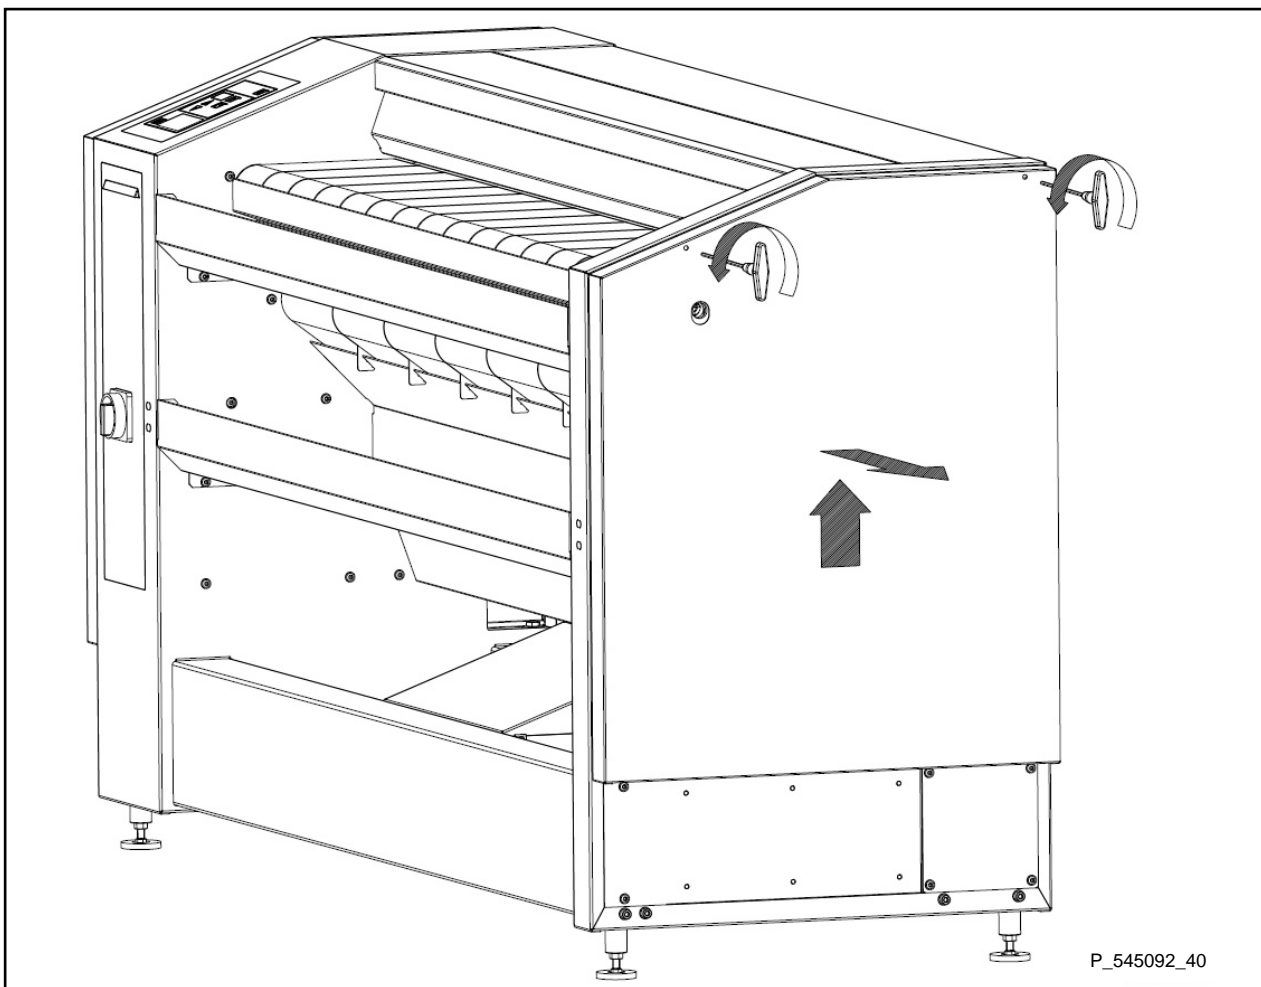

Figura 3.8.A.
- Figura 3.8.A. – Smontaggio delle coperture laterali